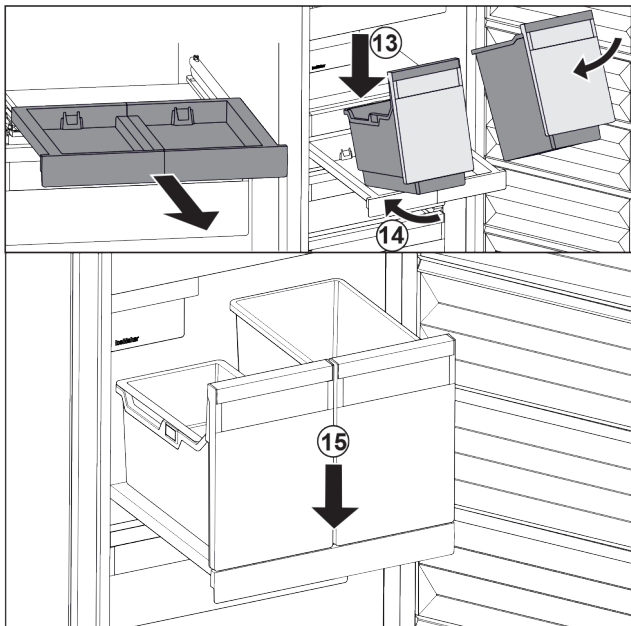

Fig. 31
- ▶ Nasadte nádobu šikmo na vyťahovaciu poličku. Fig. 31 (13)
- ▶ Zasuňte nádobu šikmo dozadu. Fig. 31 (14)
- ▶ Zložte nádobu vpred. Fig. 31 (15)